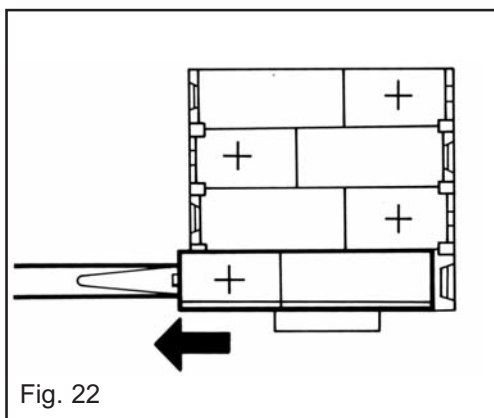

Fig. 22
- Dégager soigneusement les piles de leur compartiment, en commençant par celle située en bas, en poussant et la retirant depuis la borne positive (+) seulement (figure 22).